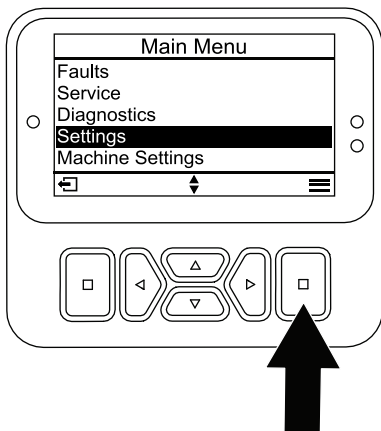

Figure 32
1. Depuis le MENU PRINCIPAL, naviguez jusqu'au menu RÉGLAGES et appuyez sur le bouton de sélection (Figure 32).